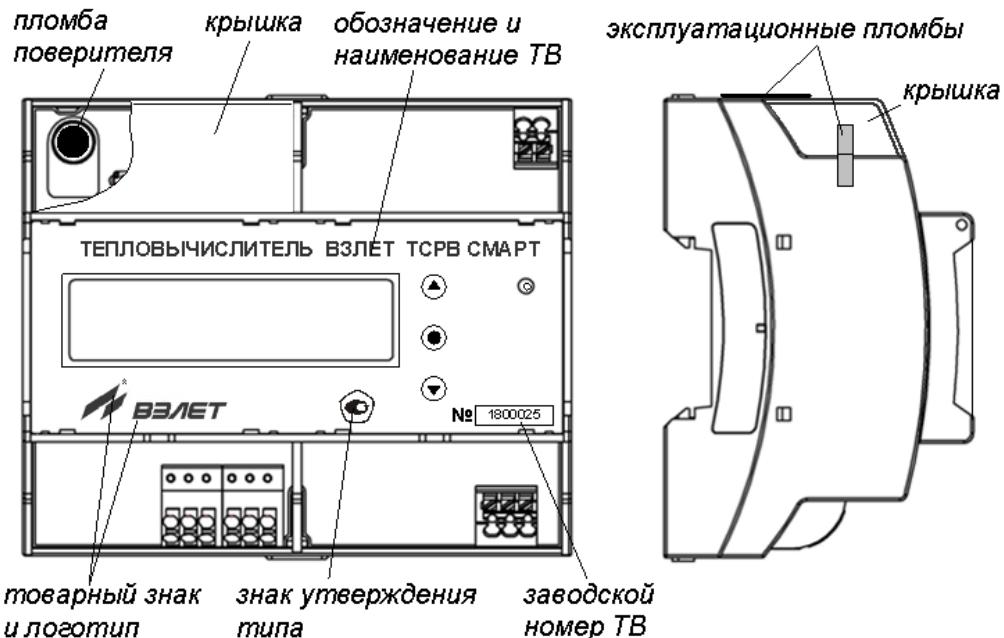
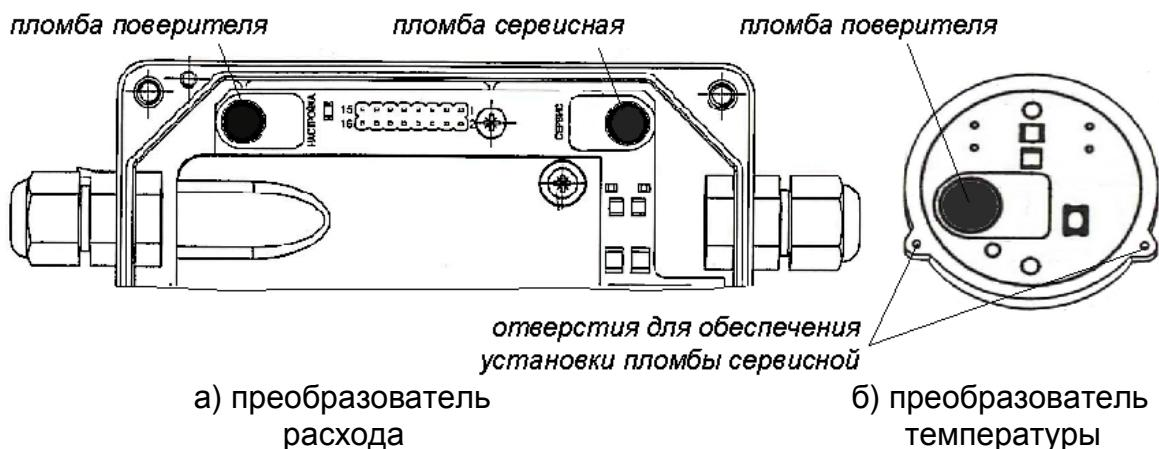

Рис.4. Размещение маркировки и возможных мест пломбирования корпуса ТВ.
Рис.5. Размещение мест пломбирования на ПР и ПТ.
1.7.1. Маркировка на лицевой панели ТВ (рис.4) содержит:
1.7.2. При выпуске из производства после поверки пломбируется колпачок, закрывающий кнопку включения режима НАСТРОЙКА ТВ (рис.4), а также соответствующие кнопки на ПР и ПТ (рис.5).
1.7.3. На объекте после монтажа и проверки функционирования составных частей теплосчетчика могут быть опломбированы крышки (колпачки), закрывающие кнопки разрешения модификации установочных параметров ТВ (рис.4), ПР и ПТ (рис.5).